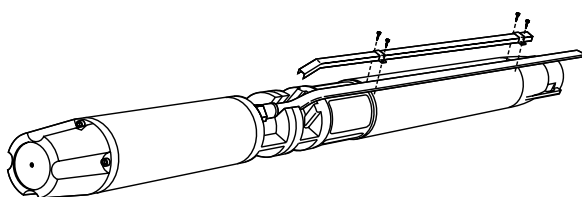

fig. 5
- Sistemare i cavi elettrici di alimentazione lungo l'esterno della pompa e ricoprirli con l'apposito tegolo di protezione (fig. 5).